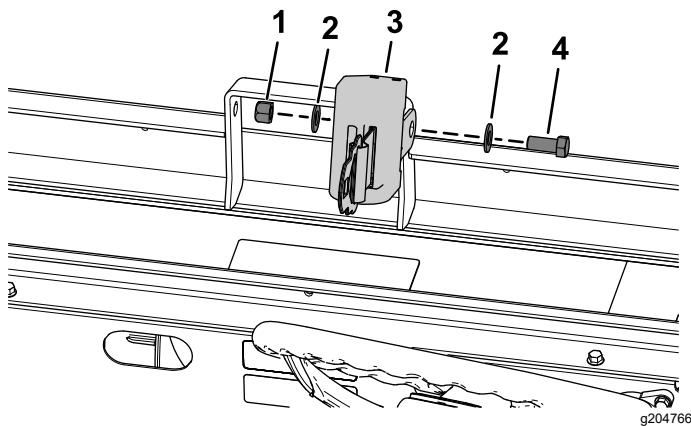

Рисунок 28
4. Установите ремень безопасности с помощью болта с шестигранной головкой (7/16 x 1 дюйм), 2 плоских шайб (7/16 дюйма) и контргайки (7/16 дюйма), как показано на Рисунок 28.